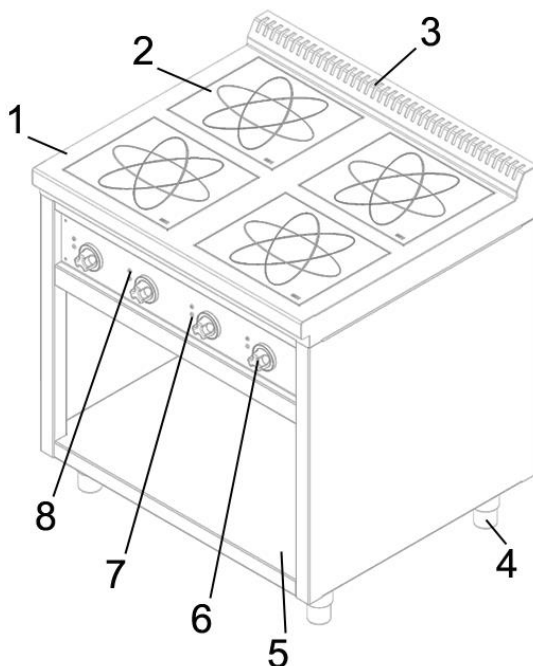

Рис. 1 Общее устройство индукционной плиты
На рис.1 представлено общее устройство индукционной плиты.
В зависимости от модели на столе плиты 1 (рис.1) располагается от 1 до 6 индукционных конфорок. Индукционная конфорка предназначена для приготовления продуктов в специальной магнитной посуде и представляет собой стеклокерамическую поверхность 2 (рис.1) под которой располагается катушка. Интенсивность нагрева конфорки регулируется ручкой 6 (рис.1), расположенной на лицевой панели устройства. При значении «0» на ручке устройство – выключено. Рядом с ручкой находятся световой индикатор 8 (рис.1), сигнализирующий о правильной работе устройства и пиктограмма 7 (рис.1), показывающая месторасположение конфорки. Коллектор 3 (рис.1) имеет вентиляционные отверстия, через которые удаляется теплый воздух из внутреннего пространства устройства.
Горизонтальность плиты регулируется с помощью ножек 4 (рис.1). В напольных моделях плит имеется ниша 5 (рис.1) для хранения кухонного инвентаря, которая может комплектоваться распашными дверьми.
- Плавно поверните регулятор 6 (рис.1) **по часовой стрелке** и установите необходимую для работы мощность от 1 до 8 (точки, находящиеся между цифрами, также являются полноценными уровнями мощности).
- Переключение режимов сопровождается одиночным миганием светового индикатора 8 (рис.1) красным светом и коротким звуковым сигналом.
- Если конфорка «видит» посуду, то индикатор 8 (рис.1) загорится ровным зеленым светом. Если конфорка «не видит» посуду – зеленый индикатор будет мигать.